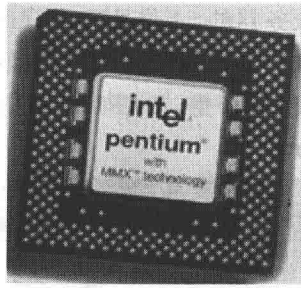

图 1-8 Pentium MMX
- 1996 年,32 位的 Pentium MMX 产生,如图 1-8 所示。